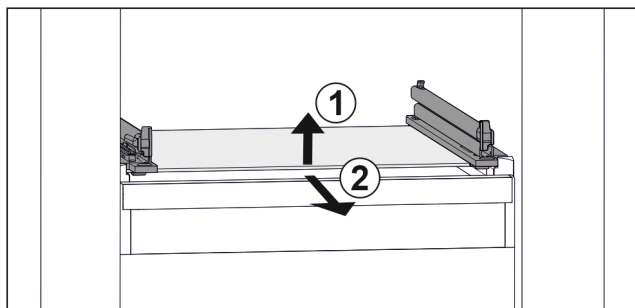

Fig. 153 Reprezentare exemplificativă a plăcii de sticlă
- Ridicați placa de sticlă din față. Fig. 153 (1)
- Extrageți placa de sticlă spre înainte. Fig. 153 (2)